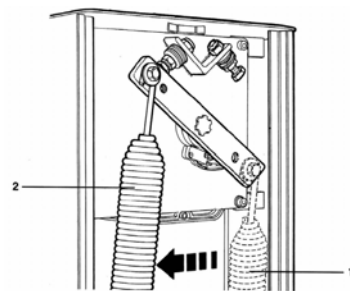

Рисунок 1.
2. Переместить балансировочную пружину из положения 1 в положение 2 (Рисунок 1),